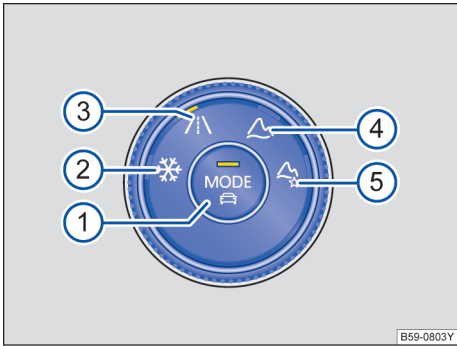

图 128 中控台下部：4MOTION 主动控制的操作单元
全轮驱动汽车具有很多种驾驶模式选项。在这种情况下，可以通过 4MOTION 主动控制的操作单元选择驾驶模式→图 128。
- 图 128 的图例：
- ① 按钮 **MODE**（模式）用于选择路面驾驶模式以及打开信息娱乐系统中的菜单。
- ② 驾驶模式-雪地。
- ③ 驾驶模式-正常路面。
- ④ 驾驶模式-越野自动。
- ⑤ 驾驶模式-越野个性化。
- 转动 4MOTION 主动控制的操作旋钮→图 128，直至所需的驾驶模式上的 LED 灯亮起。
- 按压旋钮中间的 **MODE** →图 128。
- 必要时，转动 4MOTION 主动控制的操作单元→图 128，直至越野个性化驾驶模式旁边的 LED 灯亮起。
- 如果已经选择越野自定义，则按压操作单元中间的 **MODE** →图 128。